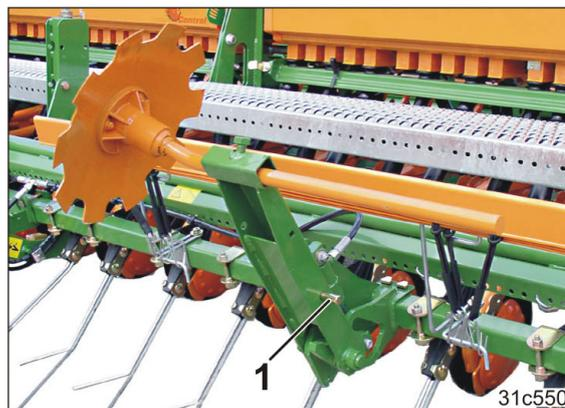

Рис. 211
1. Удерживая опору маркировочного диска, извлеките палец (Рис. 211/1) и поверните опору маркировочного диска вниз. Палец застопорен пружинным фиксатором.